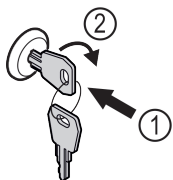

Fig. 192 Représentation à titre d'exemple
- Insérer la clé Fig. 192 (1).
- Tourner la clé à 90° dans le sens horaire Fig. 192 (2).